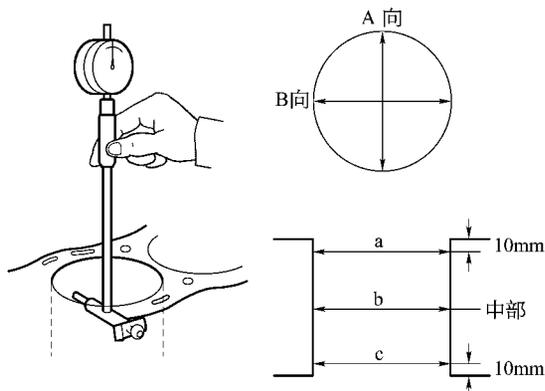

图 2-19 气缸内径测量部位示意图
(1) 量缸的部位 测量时须用适当量程的量缸表按图 2-19 所示的部位和要求进行。即:在气缸上部距气缸上平面10 mm处、气缸中部和气缸下部距缸套下部 10 mm 处等 a、b、c 三个层面,按